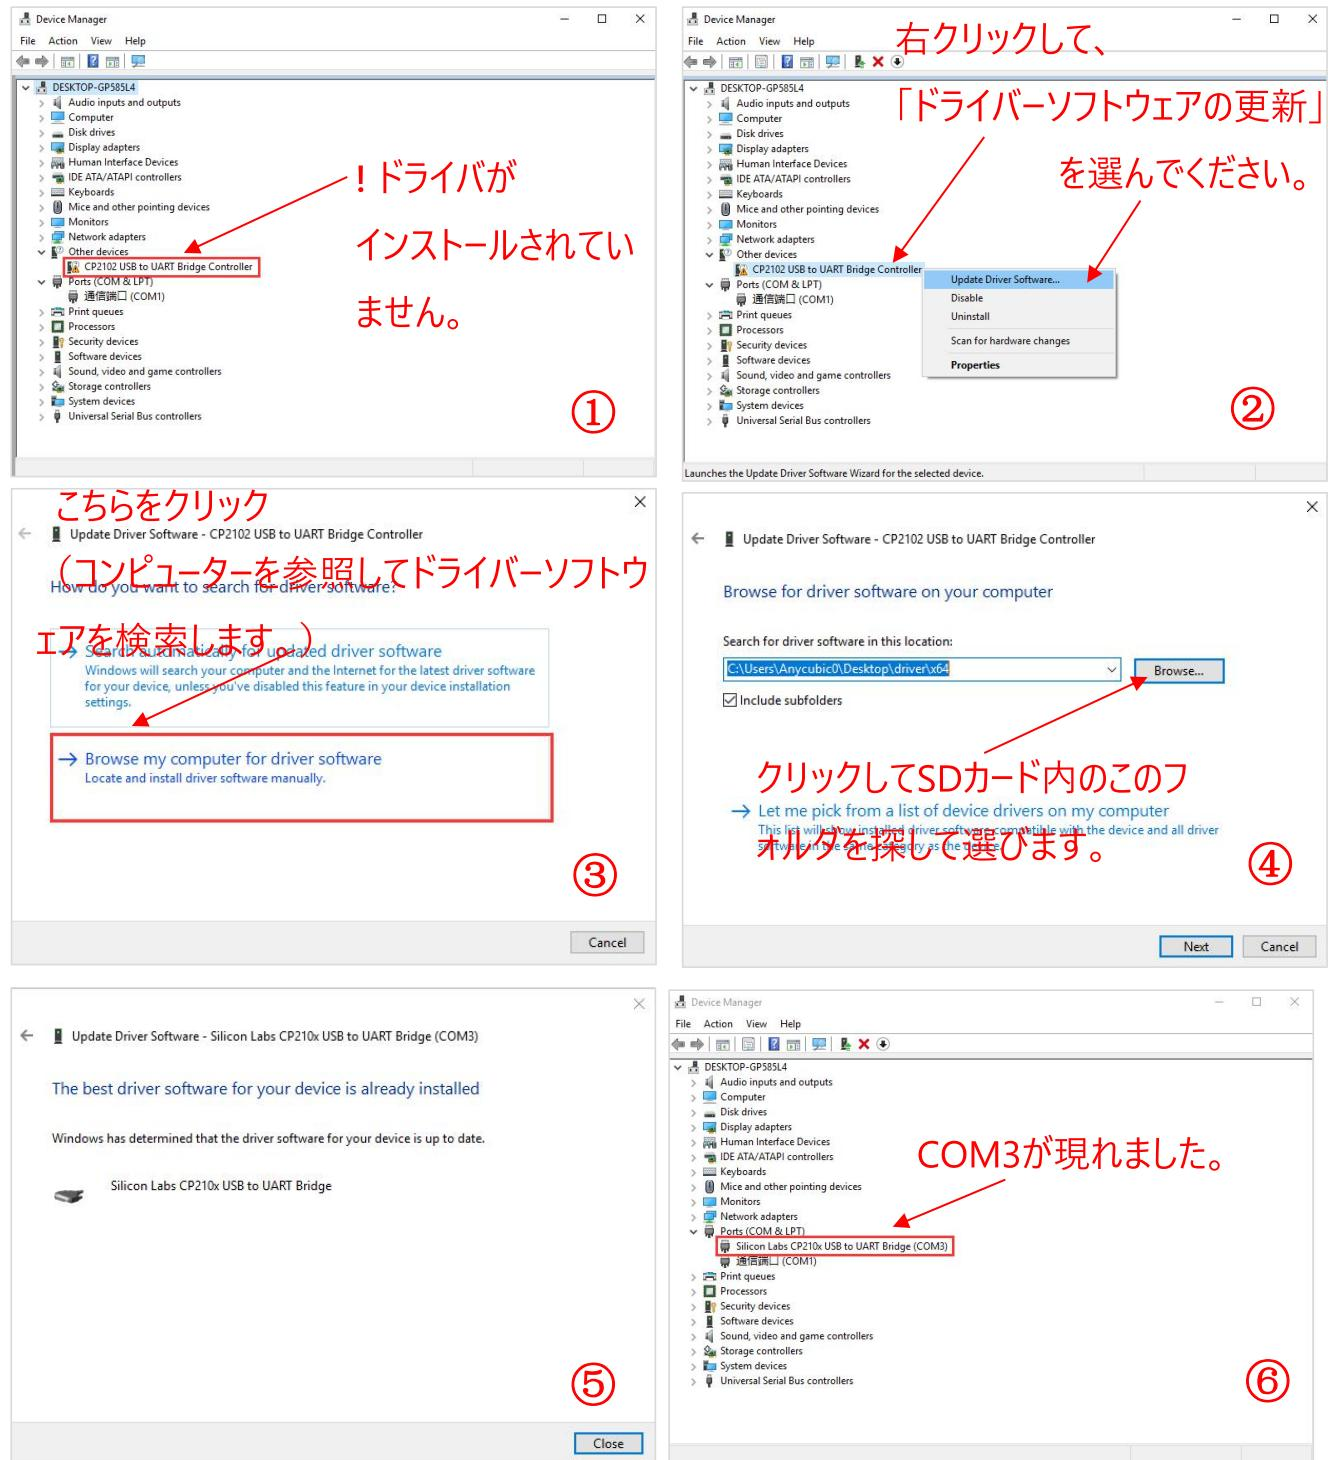
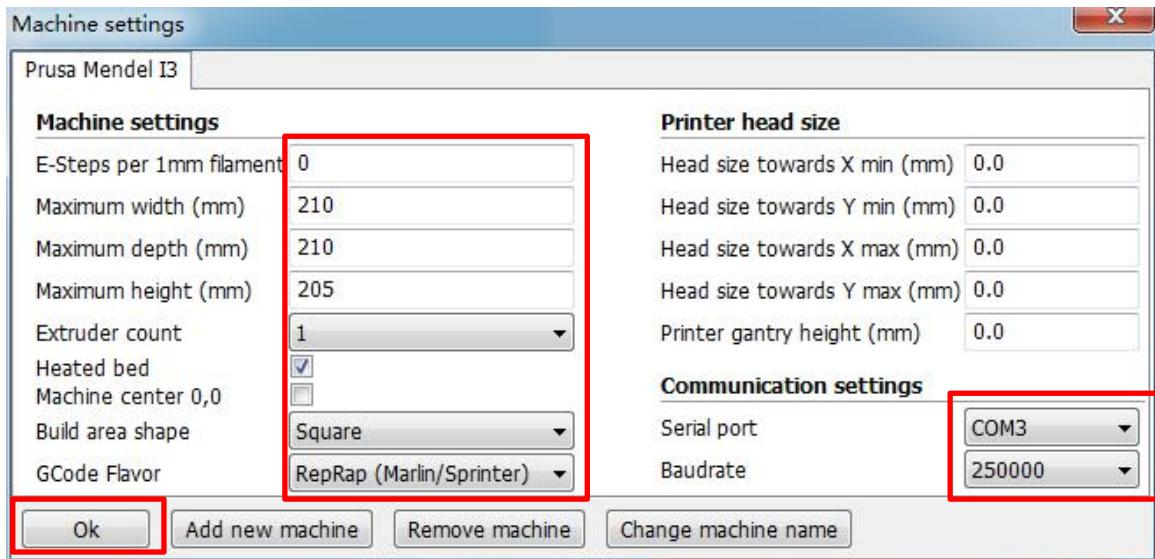

図 18
図 24
- まずはマイコンピュータ → プロパティ → デバイスマネージャー を開きます。そして図18を参考にドライバーをインストールしてください。
インストールが終了すると 図18⑥のようにCOMポートが現れます。ここではCOM3ですがこの番号はランダムです。この番号はこの後インストールするスライサーソフトを使ってPCとつなぐ場合に設定時に必要になります。メモしておいてください。
(1) プリンタの設定
“Machine”---> “Machine settings”をクリックして各種パラメーターを設定します。図24を参考にしてください。右下の“Serial port”には図18⑥でメモしたCOMポートを選択してください。そうしないとパソコンとプリンタが接続されません。すべての設定が終わればOKボタンをクリックしてメインメニューに戻ります。